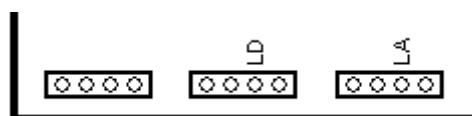

Figura 7
- los pulsadores de llamada, en los terminales LD y LA (Figura 7). Cada terminal tiene un filtro pasivo y otro por software, por lo que no se reconocen mandos muy breves de un pulsador.